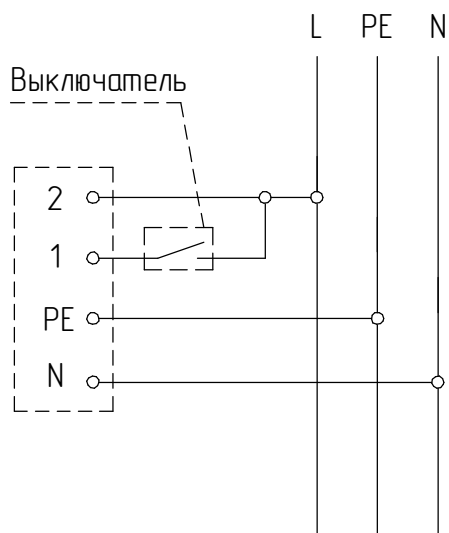

Рисунок 7 - Схема подключения к сети светильника ДВО59 ЕМ3
5.2.2 Снимите крышку с отсека БАП, пропустите питающий провода через заглушку и подключите его к контактной клемме (см. рисунок 7, 8), закройте крышку.
клемме (см. рисунок 7, 8), закройте крышку.